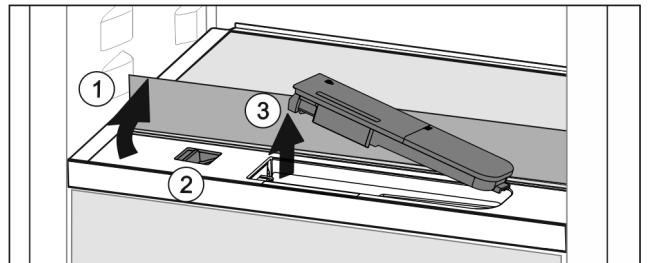

Fig. 127
- ▶ Løft glassplaten og vipp opp til anslag bakover *Fig. 127 (1)*.
- ▶ Skyv skyveren *Fig. 127 (2)* til venstre.
- ▶ Ta ut vanntanken *Fig. 127 (3)*.